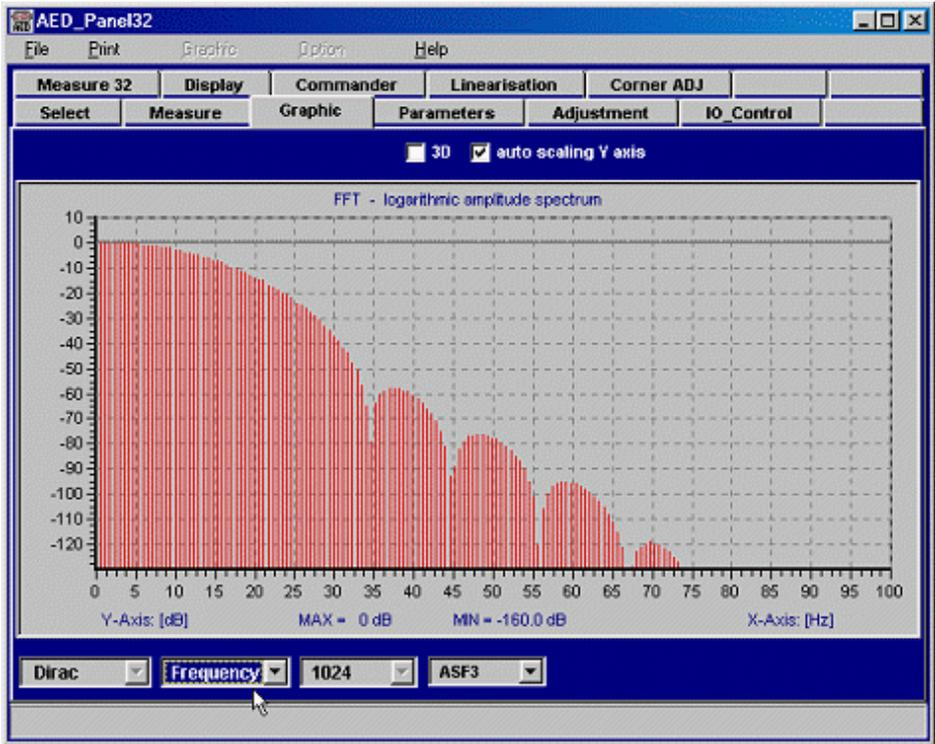

Abb. 5.10 Dämpfungsverhalten (Frequenzgang) des ‚post‘-Filters (ASF3, FMD1)
- Nun wird der Anzeigemodus auf ‚Frequenz‘ umgeschaltet und man erhält das Dämpfungsverhalten des Digitalfilters (Abb. 5.10, Frequenzgang).